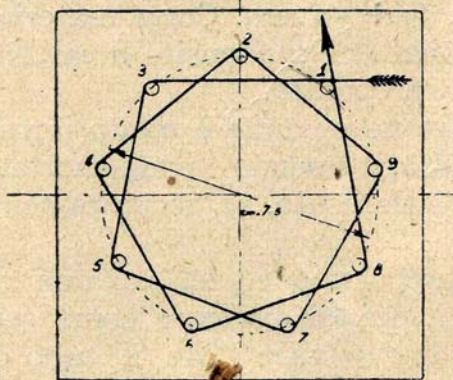

Fig. 474. - Montaggio per l'avvolgimento di bobine Lorenz.
A questo tipo di avvolgimento appartengono pure le bobine tipo Lorenz le quali vengono avvolte su un montaggio come quello visibile a fig. 474. Esse sono specialmente indicate per la ricezione delle onde corte.
2) L'attrezzo fissato alla morsa, pronto per l'avvolgimento, da eseguire secondo il grafico di Fig.474 del "Montù"
Il modo di avvolgere è semplice: basta osservare la Fig.474 del “Montù”. E’ bene calcolare, innanzi tutto, approssimativamente ed in eccesso, quanti metri di filo sono necessari. Un’estremità del filo, che è stato riavvolto per comodità su una spagoletta, viene fissata ad uno dei bulloncini laterali. Poi si comincia a fare l’avvolgimento facendo passare il filo su perni alternati, fino alla fine, fissando il capo finale del filo all’altro bulloncino.